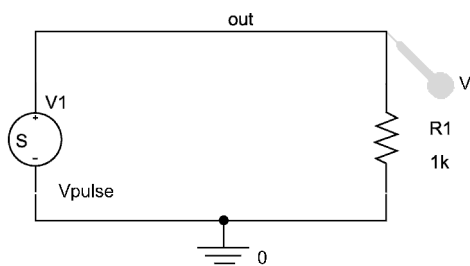

图 6.28 使用 Vpulse 激励源
13. 如图 6.28 所示，在 Capture 中，双击激励源名称 sin100Hz，将其更改为 Vpulse。